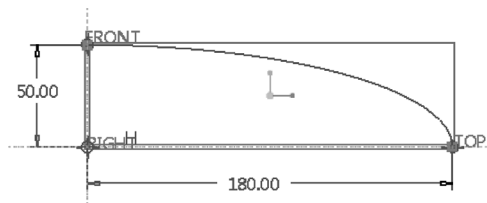

图 5-132 草绘 1
- 2) 在“基准”组中单击（草绘）按钮，弹出“草绘”对话框。选择 FRONT 基准平面为草绘平面，以 RIGHT 基准平面为“右”方向参考，单击“草绘”按钮。绘制图 5-132 所示的一段椭圆弧（为整个椭圆的四分之一），单击（确定）按钮。